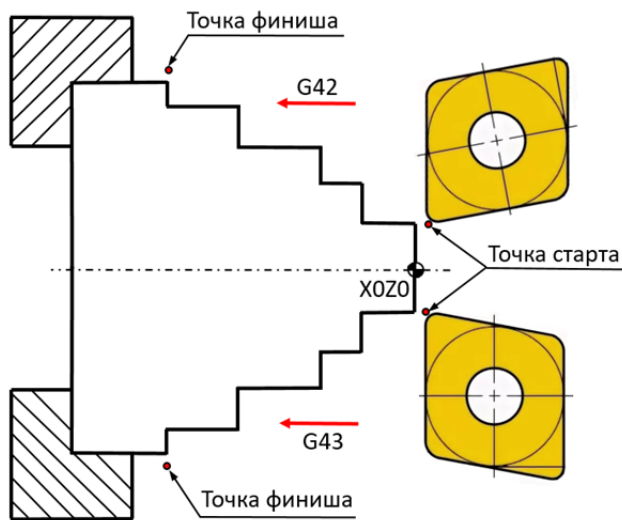

Рис. 14.5. Направления компенсации радиуса режущей кромки пластины резца
4. До активации режима компенсации радиуса режущей кромки (коды G41/G42) мнимая вершина резца должна быть установлена в пределах «начальной зоны» для обеспечения правильной геометрии детали. Расстояние от инструмента до обрабатываемой детали не должно быть меньше радиуса режущей кромки (рис. 14.5).